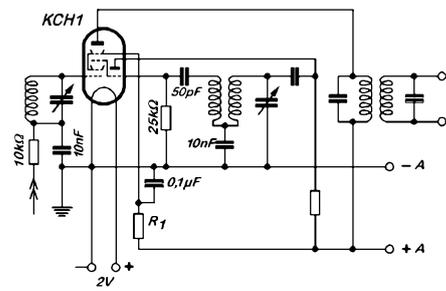

Bild 4; Schaltung der Dreipol-Sechspolröhre KCH 1
- KCH 1** Dreipol-Sechspolröhre, Sockel 92, Schaltung Bild 4